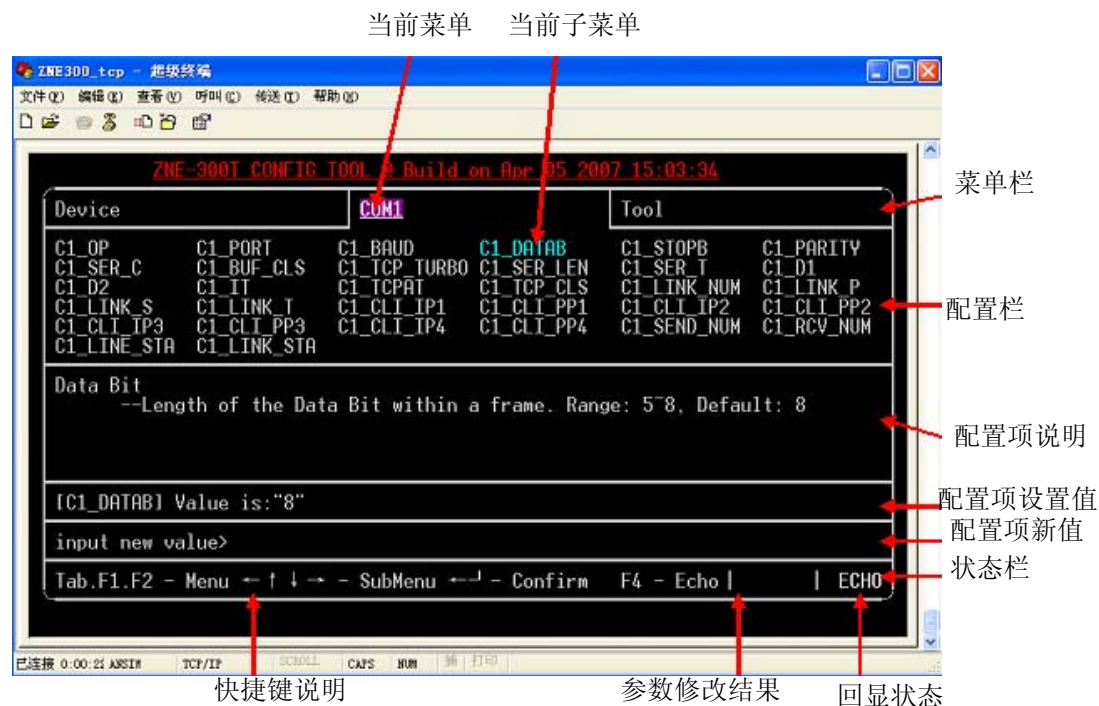

图 6.8 菜单配置方式界面
菜单方式使用界面如图 6.8 所示，在这种方式下，用户可以使用多种快捷键查看和更改设备的所有参数；AT 命令方式给用户提供一个标准的 AT 命令接口，主要用于用户使用单片机等嵌入式设备或用户自己编写配置软件对 ZNE-100TL 模块进行配置。
菜单配置方式在 Windows 的超级终端软件下为用户提供了一种直观、简单、方便、易用的配置方式。菜单方式使用界面如图 6.8 所示，在这种方式下，用户可以使用多种快捷键查看和更改模块的所有参数。菜单配置方式是 ZNE-100TL 模块上电后的默认配置方式，配置方式的切换见 6.3.4.1 配置模式（AT+MODE）。
菜单配置方式的界面如图 6.8 所示。
- 菜单栏: 包括通用信息配置和串口信息配置等, 反色显示部分表示当前选中的菜单项。图 6.8 中选中的菜单号为“COM1”, 配置栏中将出现所有关于 COM1 的配置项;
- 配置栏: 选中的菜单项所对应的所有配置项, 反色显示部分表示当前选中的配置项。图 6.8 中选中的配置项为“C1_DATAB”, 表示对串口 1 的数据位进行配置, 配置项的名称与 AT 命令中的命令相对应, 关于参数的范围和意义可参见对应的 AT 命令说明;
- 状态栏: 包括“快捷键说明”、“参数修改结果”和“回显状态”, 当修改配置项参数成功时, “参数修改结果”栏显示“OK”, 否则显示“ERROR”, “回显状态”栏显示当前的回显状态, 回显功能①打开时, 显示 **ECHO**, 否则显示 **ECHO**。
**回显功能①：**指被配置设备回发配置主机（软件）的输入值，超级终端类软件本身并不显示用户在超级终端软件内的输入值，所以用户在使用超级终端软件配置时需要打开回显功能。用户在使用单片机等嵌入式设备或 telnet 方式对 ZNE-100TL 模块进行配置时，则可关闭此功能。